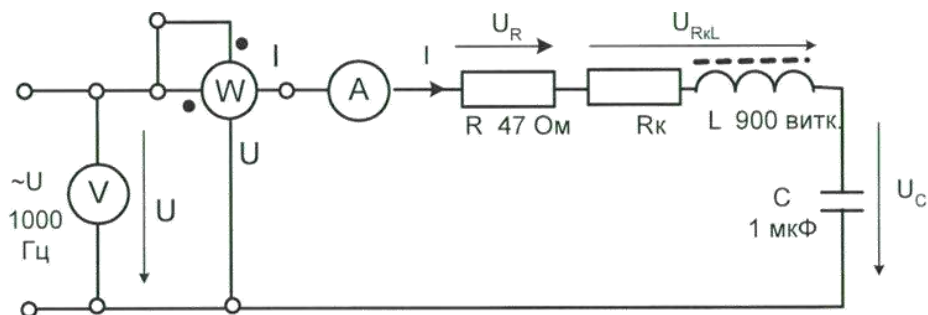

Рис.7.2
- Снимите с трансформатора катушку 900 витков, вставьте в нее только одну половину разъемного сердечника и соберите цепь, принципиальная схема которой показаны на рис. 7.2, а монтажная – на рис.7.3.